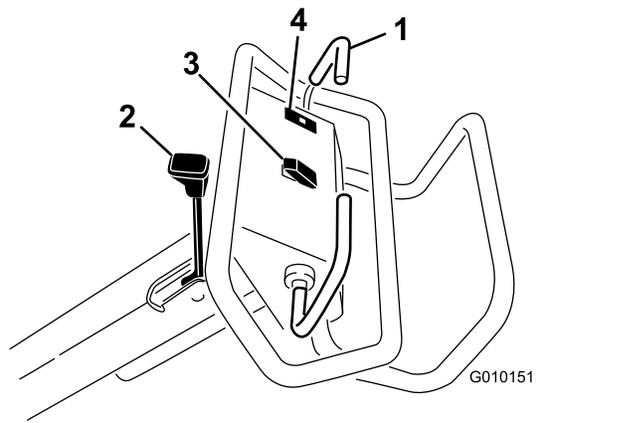

Figura 13
Para avançar, empurre a alavanca de tração para a frente. Para andar para trás, empurre a alavanca de tração para trás (Figura 13).
Para engatar o travão de estacionamento, desloque a alavanca no sentido do motor. Para desengatar o travão de estacionamento, mova a alavanca para a frente (Figura 13).
A luz de aviso da pressão do óleo (Figura 13) acende-se quando a pressão do óleo do motor descer abaixo do nível de segurança. Se esta situação se verificar, desligue o motor e descubra qual a causa do sucedido. Efetue as reparações necessárias antes de ligar novamente o motor.
**Subida** – pressione a parte superior do interruptor (Figura 13) para fazer subir a cabeça de perfuração e desengatar a cabeça de perfuração. O motor deve estar a funcionar para gerar pressão de elevação. Se a cabeça de perfuração estiver abaixo da altura de transporte, consulte Reposição do circuito de controlo do sistema (página 27).
**Descida/ativação** – pressione a parte inferior do interruptor (Figura 13) para fazer descer e ativar a cabeça de perfuração. A alavanca de tração deve estar na posição mais para a frente para ativar o interruptor.